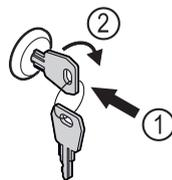

Fig. 196 Representación a modo de ejemplo
- ▶ Introducir la llave Fig. 196 (1).
- ▶ Girar la llave 90° en sentido horario Fig. 196 (2).